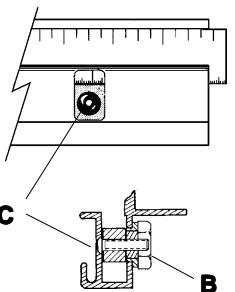

Figure 28
NOTE: One end of each squaring edge bar is fixed in position by its **PIVOT SCREW** near the cutting line. Each of the bars can be raised or lowered slightly by rotating them around their **PIVOT SCREW**. This is done by turning **ECCENTRIC NUTS (B)**, **Figure 28**, one in the **RIGHT SQUARING EDGE BAR** and two in the left. The **LEFT SQUARING EDGE BAR** is very long, so two **ECCENTRIC NUTS** are provided to assure the **SQUARING EDGE BAR** can be adjusted straight.
- HINWEIS:** An dem Ende von jeder **Winkelleiste**, das der Schnittlinie am nächsten liegt, befindet sich eine **Stellschraube**, welche die **Winkelleiste hält**. Jede dieser Leisten kann mit diesen **Stellschrauben** ein wenig angehoben oder gesenkt werden, indem Sie um diese **Stellschrauben** gedreht werden. Das wird durch ein Drehen der **Exzentrikmuttern (B)**, **Abbildung 28**, von denen sich eine in der **rechten Winkelleiste** und zwei in der **linken Winkelleiste** befinden. Da die linke **Winkelleiste** sehr lang ist wurden zwei **Exzentrikmuttern** eingebaut, um sicherzustellen, daß die **Winkelleiste** genauestens eingestellt werden kann.
N.B. Un côté de chaque barre de bord d'équarrissage est maintenu en position grâce à une **VIS PIVOTANTE** près de la ligne de coupe. Chacune des barres peut être abaissée ou relevée légèrement en les faisant pivoter autour de leur **VIS PIVOTANTE**. Ceci est accompli en faisant tourner les **BOULONS EXCENTRIQUES (B)**, **Figure 28**, un dans la **BARRE DE BORD D'ÉQUARRISSEMENT DROIT** et deux dans la gauche. La **BARRE DE BORD D'ÉQUARRISSEMENT GAUCHE** étant très longue, deux **BOULONS EXCENTRIQUES** sont fournis pour assurer que la **BARRE DE BORD D'ÉQUARRISSEMENT** peut être ajustée correctement.